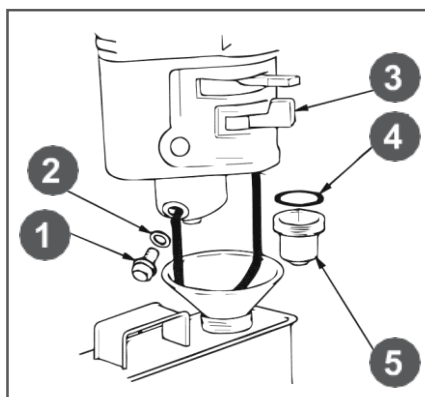

Рис.17 - Обслуживание фильтра-отстойника 1. Болт; 2. Шайба; 3. Рычаг топливного крана; 4. Кольцо уплотнительное; 5. Стакан отстойника
3. Открутите болт 1 сливного отверстия и слейте топливо из поплавковой камеры карбюратора (Рис. 17).
4. Открутите стакан отстойника 5, вылейте из него топливо в заранее подготовленную емкость (Рис. 17).